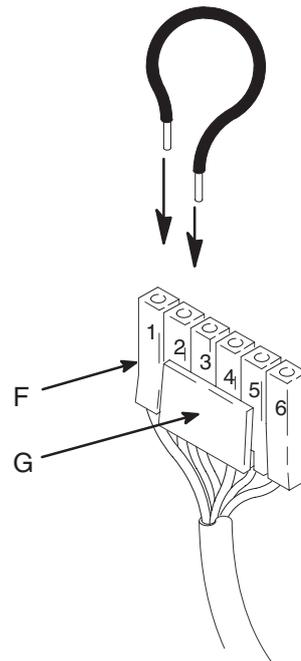

Abb. 1
4. Abb. 5. Vier Schrauben (60), Druckreglerabdeckung (49), vier Schrauben (108), Bedienungskonsole (67) und Gehäuse (58) entfernen. Abb. 1. Steckernase (G) zusammendrücken und Motorstecker (F) abziehen.
1. Abb. 1. Motorkabel (Positionen 1 und 2) mit dem Testkabel verbinden. Lüfterflügel mit der Hand ca. zwei Umdrehungen pro Sekunde drehen.